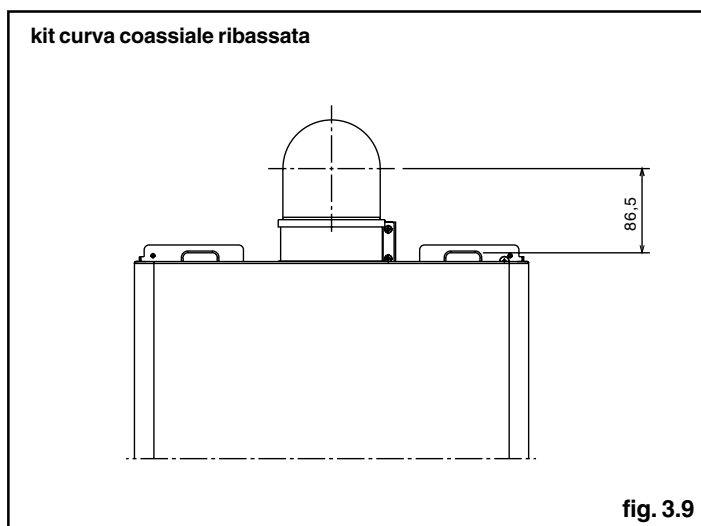

fig. 3.9
**!** Qualora fosse necessario installare Junior C.S.I. su impianti già esistenti (sostituzione gamme Ciao N/Mynute), è disponibile il "kit curva coassiale ribassata" che permette di posizionare la caldaia conservando lo stesso foro uscita fumi (vedi fig. 3.9).